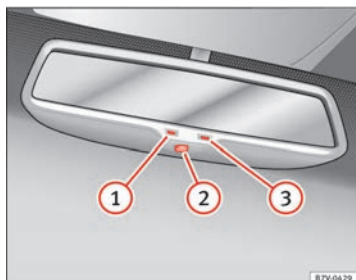

Fig. 73 Specchietto retrovisore interno fotocromatico automatico.
Legenda del fig. 73:
- ① spia
- ② Interruttore
- ③ Sensore per il rilevamento dell'impatto della luce
Questa funzione può essere attivata o disattivata premendo il comando dello specchietto retrovisore interno ⇒ fig. 73 ②. Quando è attiva si accende la spia ①.